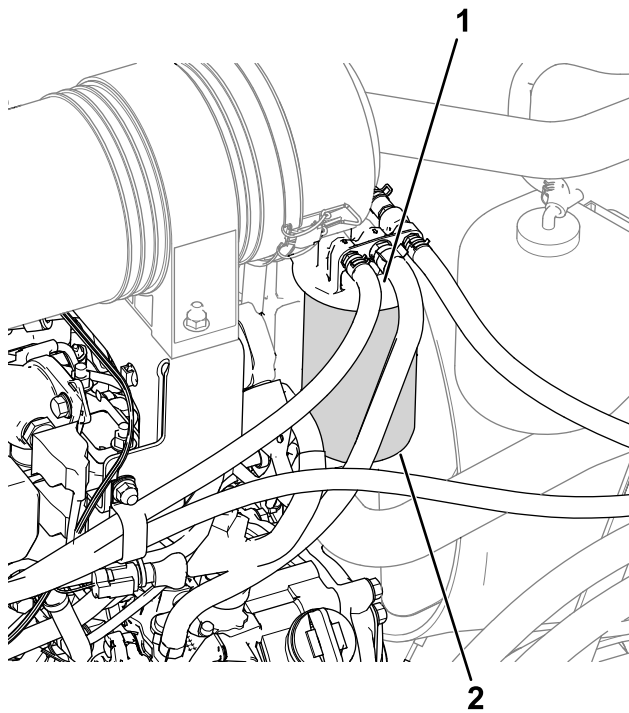

**Bild 55**
1. Reinigen Sie den Bereich um den Kraftstofffilterkopf (Bild 55).
2. Entfernen Sie den Filter und reinigen die Kontaktfläche (**Bild 55**).